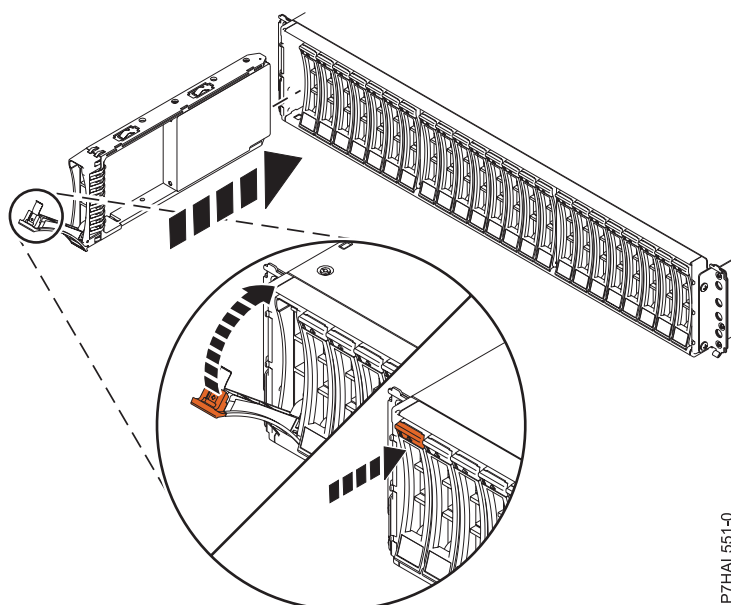

Figura 2. Instal·lació de la unitat de disc a Al·lotjament de la unitat de disc 5887
1. Amb la nansa en posició desbloquejada, consulteu Figura 2 a la pàgina 10, aguanteu la part inferior de la unitat mentre l'alineu amb les guies de la unitat d'expansió.